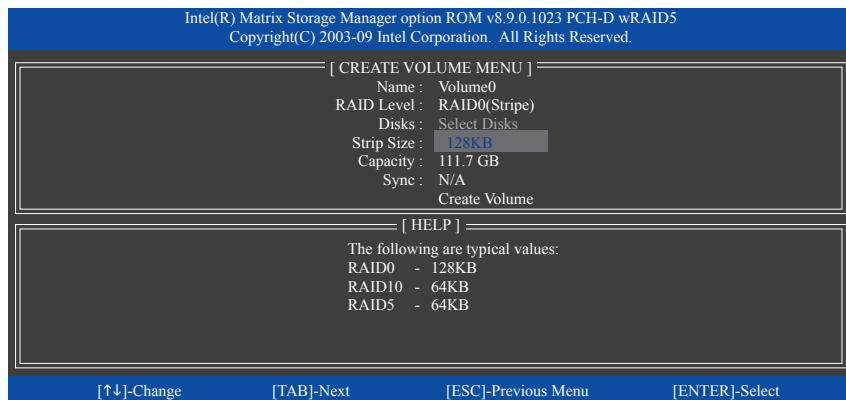

図 5
**Disks** アイテムの下で、RAID アレイに含めるハードドライブを選択します。取り付けたドライブが 2 しかない場合、ドライブはアレイに自動的に割り当てられます。必要に応じて、ストライプブロックサイズ(図5)を設定します。ストライプブロックサイズは 4 KB~128 KBまで 設定できます。ストライプブロックサイズを選択してから、<Enter> を押します。